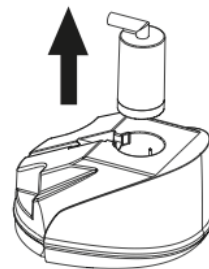

Fig.3
2. Nehmen Sie den Filter aus dem Wassereinfüllloch. (Sie können den Filter aus der Öffnung nehmen um Wasser in den Wassertank einzufüllen oder füllen Sie das Wasser direkt mit dem in der Öffnung vorhandenen Filter ein. (Fig.3)